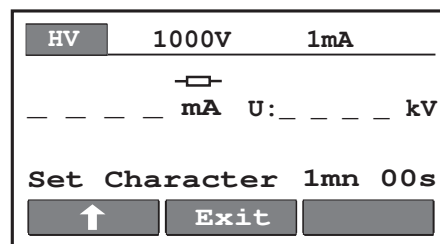

Fig.5. Menú de selección de carácter de intensidad de ensayo
- Carácter de la intensidad de ensayo visualizado (fig. 5)